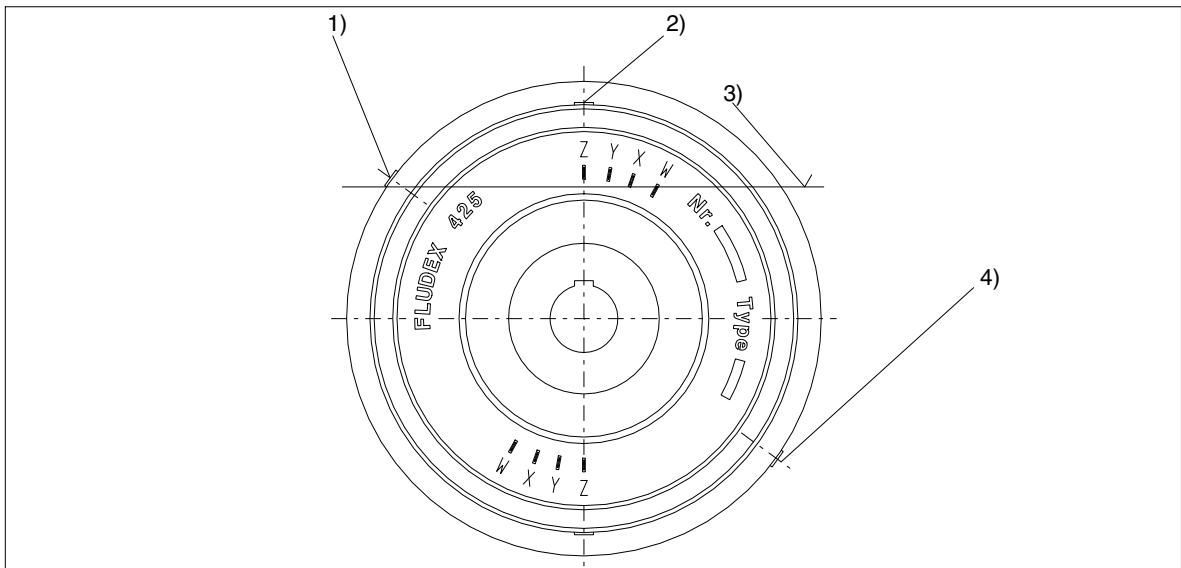

图 11: 填充
应通过注入塞 (153) 上的细筛网 (网眼宽度 $\leq 30 \mu\text{m}$) 填充工作液，参见图 11。只有这样的注入开口配备了防止无意过量填充的填充通道。为了更好地对内部空间排气，应当旋出在外法兰上投入使用的螺旋塞 / 易熔塞 (163) 或者第二个易熔塞 (103)。它是以相应角度错开布置的，这样使得在过量填充的危险情况下剩余量能在那里流出。